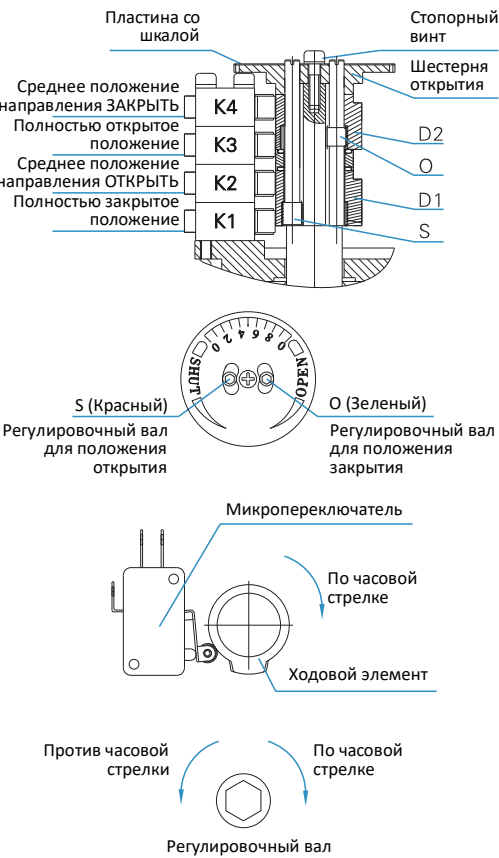

Рис. 5
РЕГУЛИРОВКА КОНЦЕВОГО ВЫКЛЮЧАТЕЛЯ (Рис. 5)
- 3 Переключатель повернут в положение «ОТКРЫТЬ»; электропривод перемещает арматуру в направление полного открытия (против часовой стрелки) до срабатывания микропереключателя полного открытия (K3) (Рис.5:K3; Рис.6:K2), электропривод прекращает вращаться.